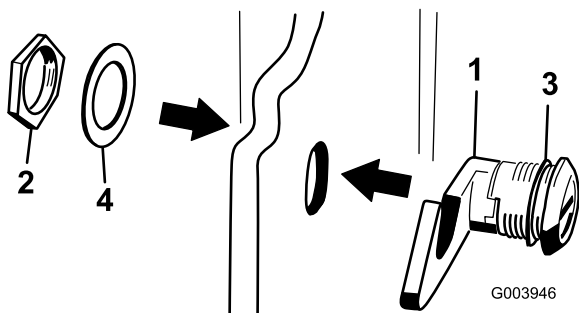

Рисунок 17
- Отверните гайку с узла защелки капота (Рисунок 17).
- Снаружи капота вставьте конец защелки с крюком через отверстие в капоте. Убедитесь, что резиновая уплотнительная шайба осталась на наружной стороне капота (Рисунок 17).